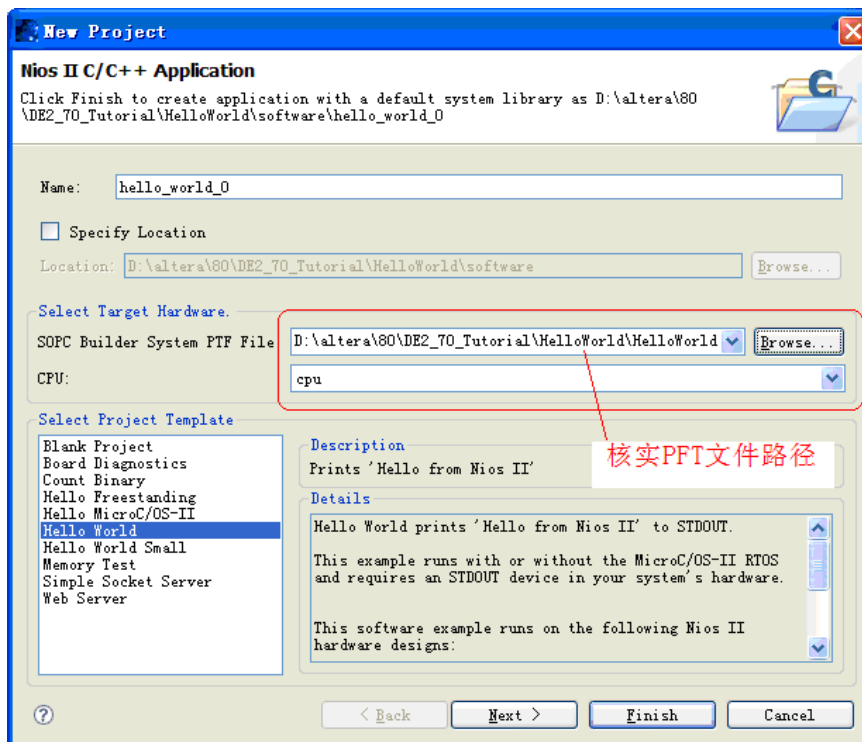

图 6-13 新建一个 NIOS 的应用工程
18. 选择 “File->New->Nios II C/C++ Application”。参看图 6-13。